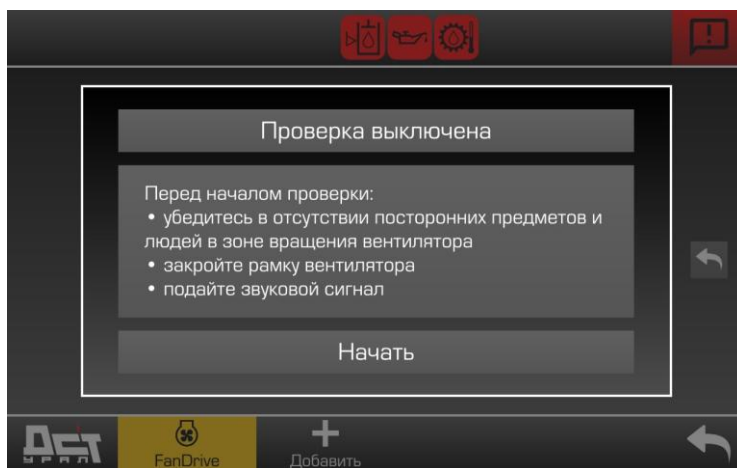

Рисунок 3.28. Предупредительное сообщение
- ▷ Появится предупредительное сообщение, см. рис. 3.28.
- ▶ Внимательно ознакомиться с предупредительным сообщением и подтвердить соблюдение указаний нажав кнопку «Начать», рис. 3.28.